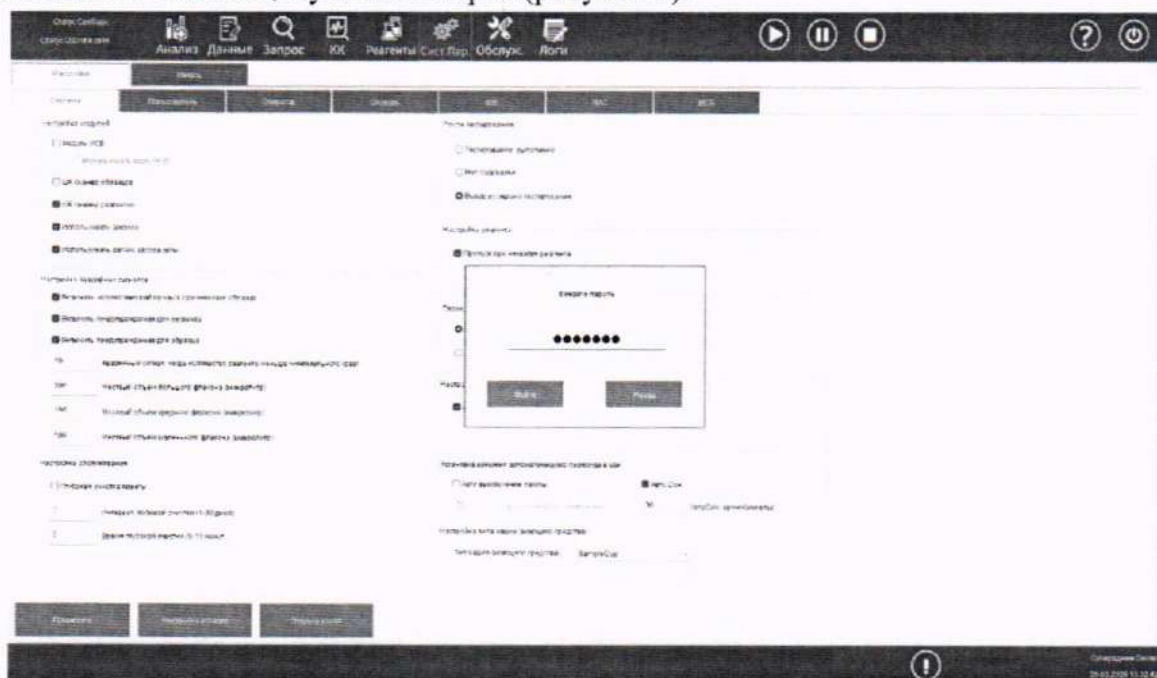

Рисунок 7 – Визуализация п. 8.3.2.3
8.3.2.3 Для настройки длины оптического пути перейти в меню «Обслуживание» → «Настройка отладки» и ввести пароль. Для получения пароля необходимо обратиться к изготовителю или поставщику анализаторов (рисунок 7).